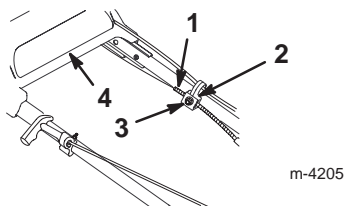

Figure 22
3. Desserrez l'écrou du support de guidage du câble (Fig. 22).
5. Repoussez la partie supérieure du mancheron le plus loin possible en arrière, appuyez sur la patte du câble d'autotraction et abaissez la gaine du câble (vers la tondeuse) pour éliminer le mou du câble (Fig. 22).
6. Serrez l'écrou du support de guidage du câble (Fig. 22).